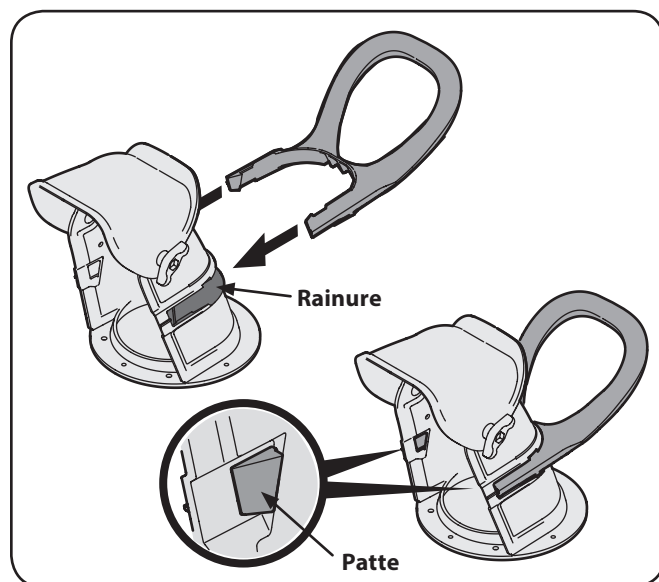

Figure 3-4
1. Pour les modèles 221 HP, installez la poignée de la goulotte sur la goulotte inférieure comme indiqué à la Figure 3-4. Pour les modèles 221 LHP, passez à l'étape 2. Assurez-vous que la poignée est alignée dans la rainure sur la goulotte et que les pattes sont enclenchées.